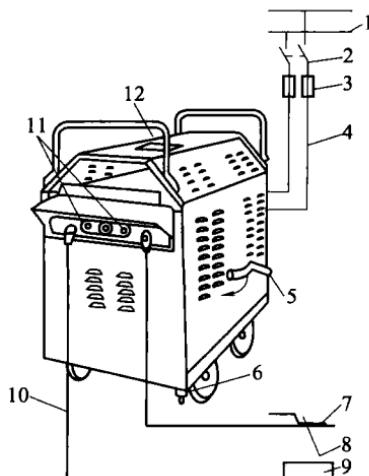

图 1—3 BX1—330 型弧焊变压器的外部接线
(2) 弧焊变压器的外部接线。这种焊机的外部接线如图 1—3 所示。